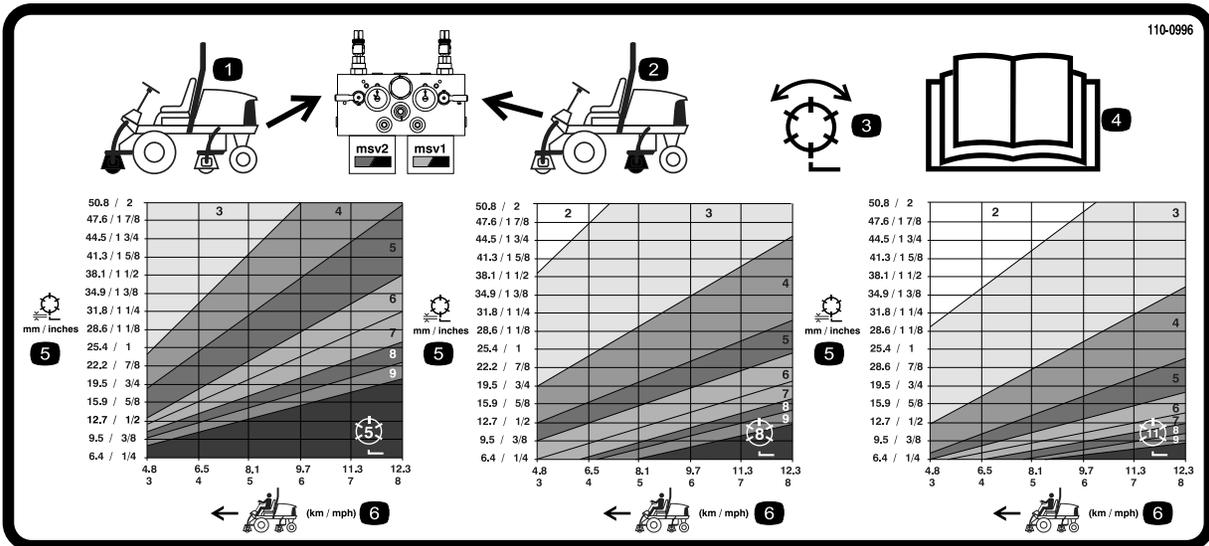
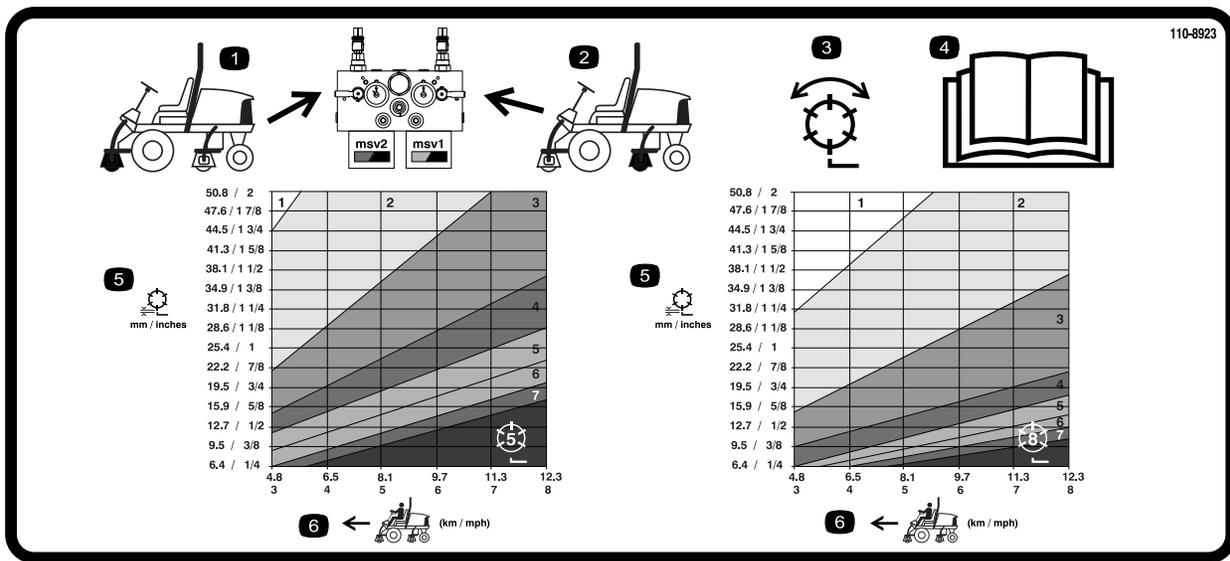

Figure 38
Figure 39
3. Utilisez le graphique approprié sur l'autocollant 110-0996 (Figure 38) pour le Reelmaster 5510 & 5610 avec plateaux de coupe de 17,8 cm [7 pouces], ou l'autocollant 110-8923 (Figure 39) pour le Reelmaster 5210 & 5410 avec plateaux de coupe de 12,7 cm [5 pouces], afin de déterminer le réglage de vitesse des cylindres correct.